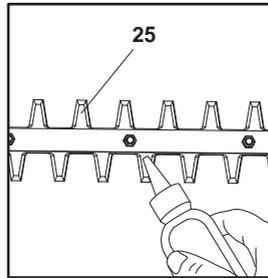

Fig. 60
1. Mantenga la cuchilla cortasetos (25) limpia y libre de residuos. Retire los recortes con un cepillo.
2. Aplique una pequeña cantidad de un lubricante adecuado en la cuchilla del cortasetos (25) para mantener un buen rendimiento de corte (Fig. 60).